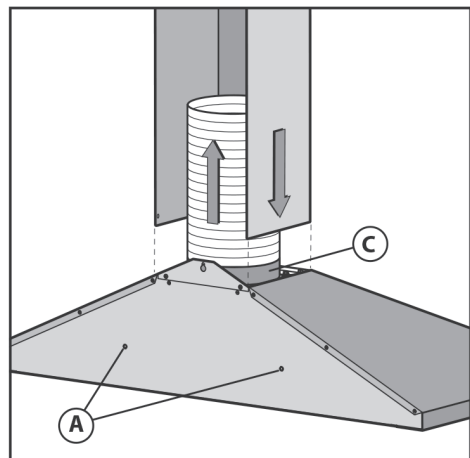

Рис. 5
3. Закрепите окончательно вытяжку двумя винтами **A** (рис. 5).
4. Соедините фланец **C** с отверстием для отвода воздуха посредством соединительной трубы (рис. 5).